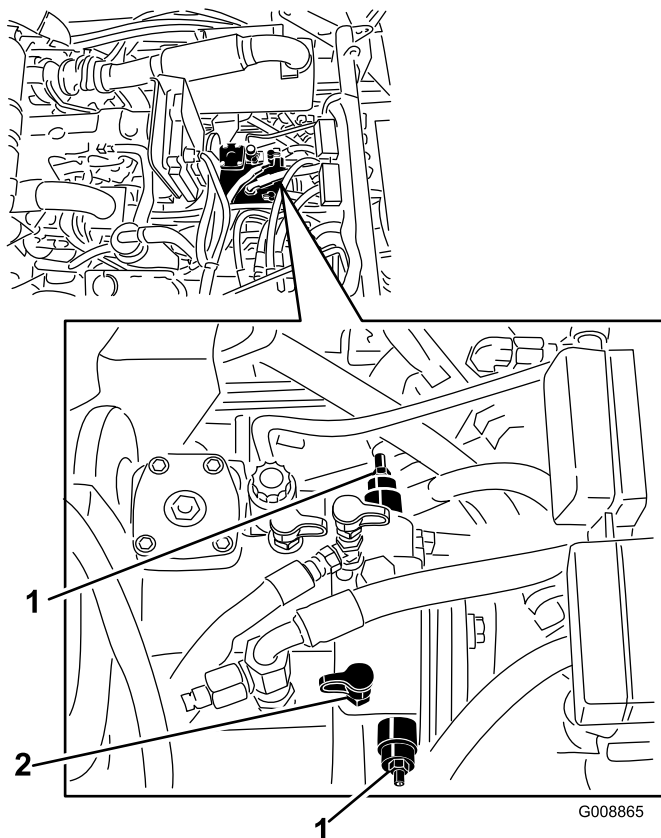
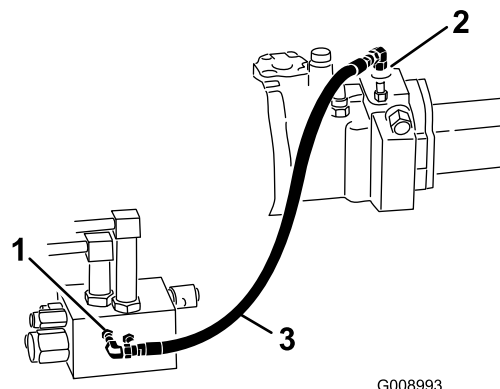

Figure 35
Figure 36
1. Soulevez le capot et localisez les vannes sur les côtés de la pompe (Figure 35).
2. Pour activer les vannes de remorquage, desserrez l'écrou de blocage sur la tige de chaque vanne de dérivation (Figure 35).
arrière, le clapet antiretour du collecteur de la transmission à 4 roues motrices doit aussi être mis en dérivation. Pour ce faire, raccordez un ensemble flexible (Flexible Réf. 95-8843, Raccord 95-0985 [Qté 2] et Raccord hydraulique Réf. 340-77 [Qté 2]) à la prise d'essai de pression de transmission aux roues en marche arrière (Figure 35 et Figure 36). et à la prise de pression de la transmission aux 4 roues en marche arrière (Figure 36).